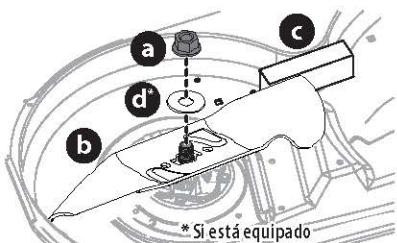

Figura 47
2. Use una llave de 15/16 pulgada para sostener la tuerca hexagonal en la parte superior del conjunto del husillo cuando afloje la tuerca hexagonal (a) y arandela (d)\* que fijan la cuchilla (b). Se puede colocar un bloque de madera (c) entre el alojamiento de la plataforma y el borde de corte de la cuchilla (b) para ayudar a aflojar la tuerca hexagonal (a) y arandela (d)\* que fijan la cuchilla (Figura 47).
- Cuando reinstale las cuchillas, asegúrese de lo siguiente (Figura 47):
- Ajuste las tuercas hexagonales (a) a 70-90 pies-libras (95-122 N·m) (Figura 47 en la página 69).